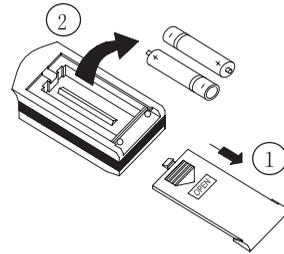

Abb. 1
1. Drücken Sie leicht auf dem Zeichen  und die Rückabdeckung in Pfeilrichtung abnehmen (siehe Abb. 1).